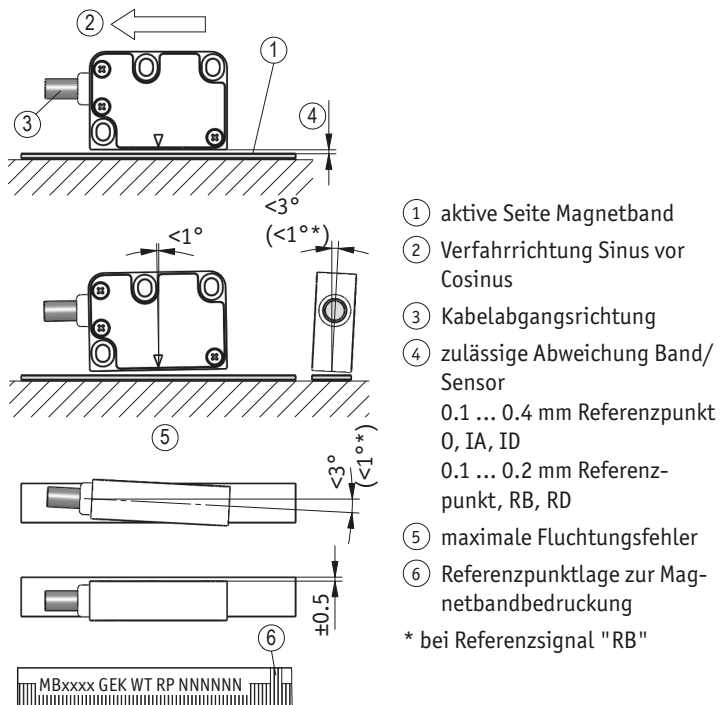

Abb. 6: Definition der Zählrichtung mit Magnetband und Montage Sensor/Magnetband, Abstandsmaße, Toleranzen
- Auf richtige Ausrichtung des Magnetsensors achten, damit die optimale Abtastung gewährleistet ist (siehe **Abb. 6**).